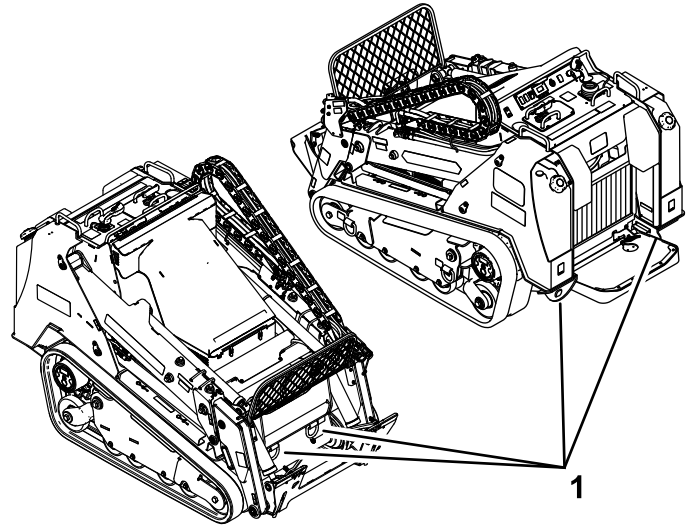

Figure 37
6. Remorquez la machine en utilisant les points d'attache (voir Figure 37).
8. Servez-vous des points d'attache en métal de la machine pour arrimer solidement la machine sur la remorque ou le véhicule utilitaire avec des sangles, des chaînes, des câbles ou des cordes (Figure 37). Reportez-vous à la réglementation locale concernant les exigences en matière d'arrimage.